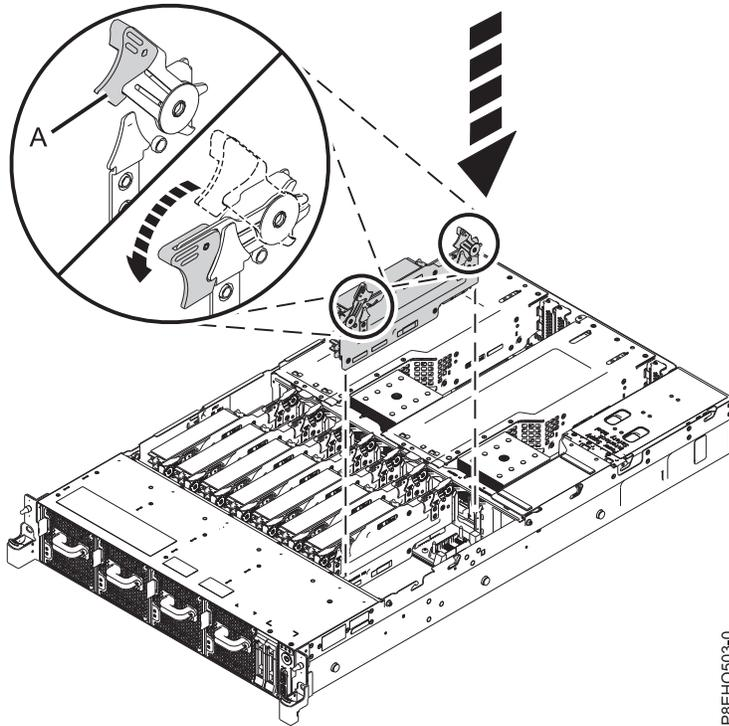

Figura 36. Sustitución de una tarjeta de expansión de memoria en el sistema
- a. Asegúrese de que los mecanismo de cierre estén abiertos en un ángulo aproximado de 60 grados, tal como se muestra en la Figura 36 en la página 37.
- d. Presione los mecanismos de cierre para que queden cerrados. Consulte (A) en la Figura 36 en la página 37.